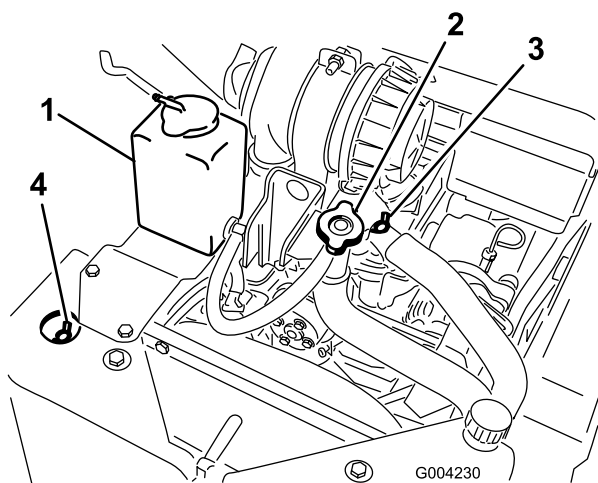

Рисунок 21
- A. Снимите крышку бака охлаждающей жидкости (Рисунок 21).
- В. Откройте передний и верхний продувочные клапаны системы охлаждающей жидкости (Рисунок 21).
- С. Заливайте охлаждающую жидкость в горловину заливочного отверстия до тех пор, пока охлаждающая жидкость не начнет выходить из переднего продувочного клапана системы охлаждающей жидкости (Рисунок 21).
- Д. Закройте передний продувочный клапан системы охлаждающей жидкости (Рисунок 21).
- Е. Заливайте охлаждающую жидкость в горловину заливочного отверстия до тех пор, пока охлаждающая жидкость не начнет выходить из верхнего продувочного клапана системы охлаждающей жидкости (Рисунок 21).
- Е. Закройте верхний продувочный клапан системы охлаждающей жидкости (Рисунок 21).
- Г. Заливайте охлаждающую жидкость в горловину заливочного отверстия до тех пор, пока охлаждающая жидкость не покажется в отверстии горловины (Рисунок 21).
- Н. Установите на место крышку бака охлаждающей жидкости (Рисунок 21).
уровень не дойдет до линии Full на стенке бачка (Рисунок 21).